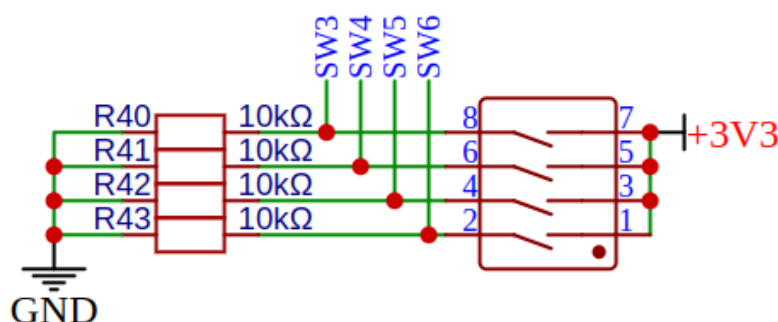

Figura 10: Esquemático de los 4 interruptores de usuario.
La placa contiene 4 interruptores independientes de usuario (SW3-SW6). Todos los interruptores son activos en nivel alto, es decir, al accionarlos generarán un nivel alto (1) y al dejarlo (como se ilustra en la Figura 10), un nivel bajo. El digirama esquemático muestra la Figura 10.